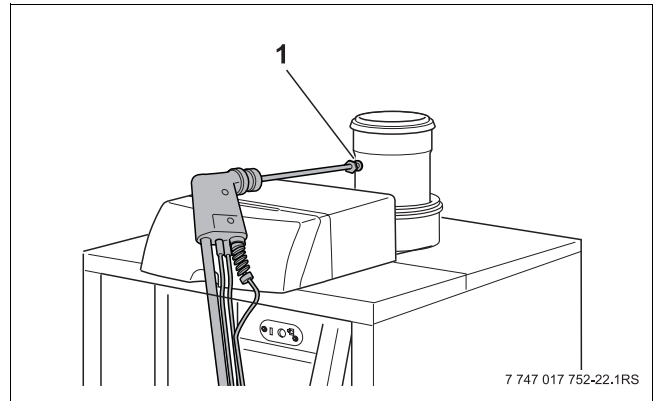

Bild 56 Messstelle für Abgase
- An der Messstelle für Abgase (→ Bild 56, [1]) Kohlenmonoxidgehalt messen.